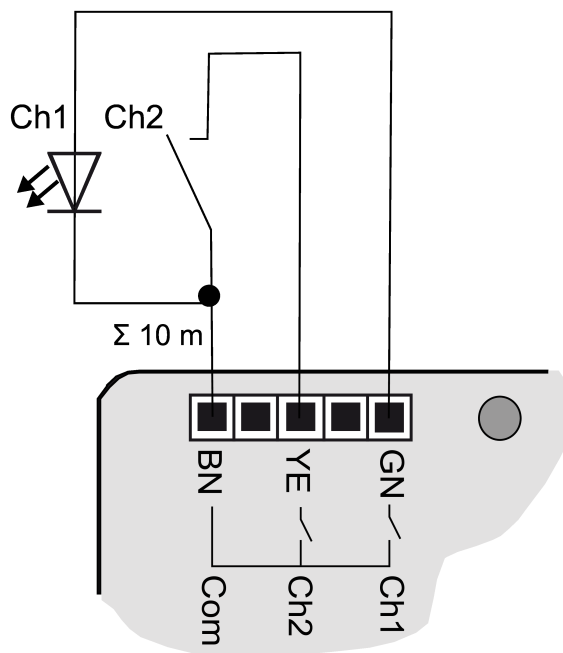
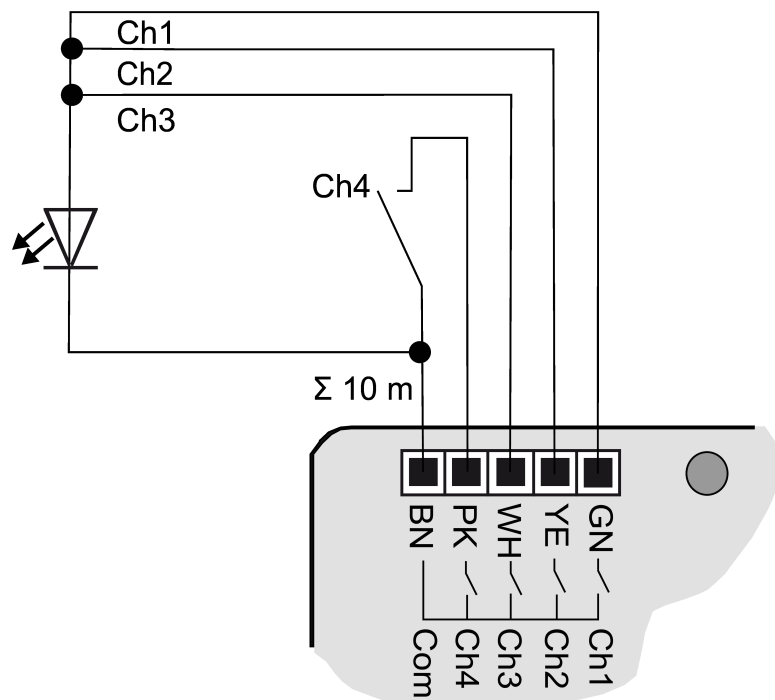

Figura 7: Esempio di collegamento interfaccia tastiera doppia
Figura 10: Esempio di collegamento con uscite collegate in parallelo
- Collegare pulsanti, interruttori, contatti o LED in base agli esempi di collegamento con i cavi di collegamento in dotazione (4) (Vedi figura 7) fino a (Vedi figura 10). Gli esempi di collegamento mostrano l'utilizzo con ingressi e uscite.
**i** Per aumentare la corrente di uscita, le uscite possono essere collegate in parallelo con la stessa parametrizzazione, nell'esempio (Vedi figura 10) **Ch1-Ch3** sono qui collegate in parallelo.